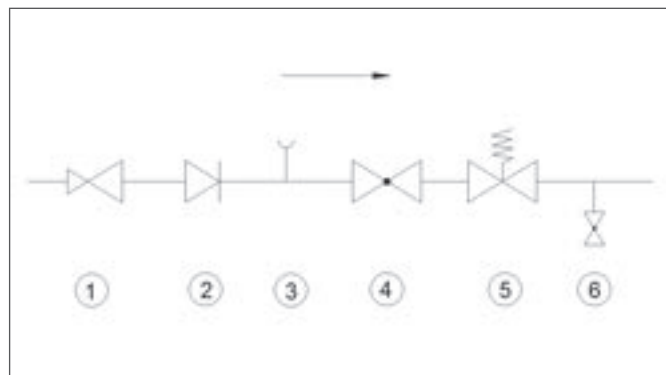

Fig. 8-6 Collegamento lato acqua sanitaria
- Integrare nella tubatura dell'acqua calda dispositivi di sicurezza collaudati, come previsto dalle norme DIN 1988 e DIN 4753 (vedere Fig. 8-6).